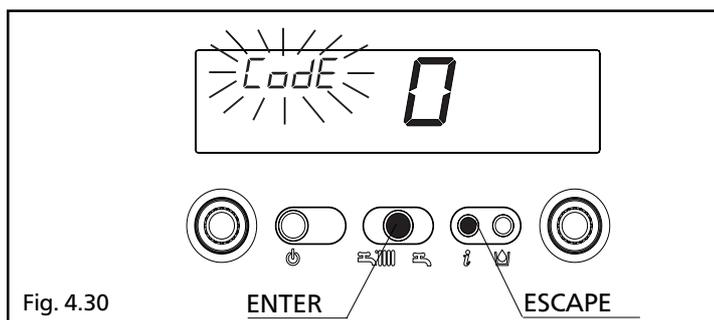

Fig. 4.30
Premere contemporaneamente il tasto modo di funzionamento e il tasto  per circa 10 secondi. Il display si presenta come in fig. 4.30.
- premere il tasto ENTER per accedere alla modifica del valore del parametro. Alla pressione del tasto ENTER i digit lampeggiano evidenziando il valore precedentemente impostato (fig. 4.30)